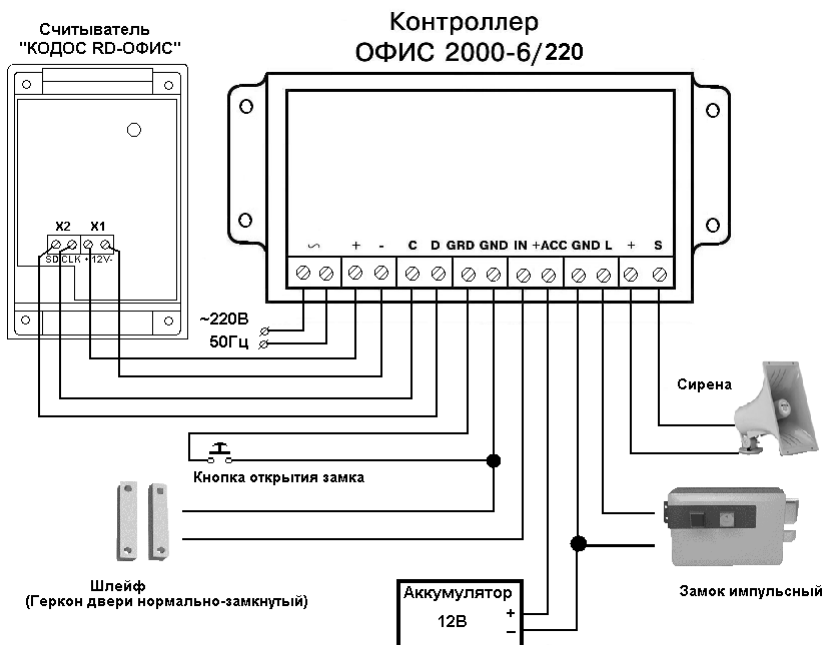

Рисунок 2 – Схема подключения к контроллеру внешних устройств
Помимо контроллера «ОФИС 2000-6 / 220», рекомендуется включить в состав системы следующие элементы (рисунок 2):
- Обычный электромеханический замок можно использовать только при подключенном аккумуляторе резервного питания, при условии, что открывающий ток подается на замок в течение не более 1 минуты за час работы контроллера (рисунок 2 и п 7.6).
Соблюдайте полярность (рисунок 2) при подключении к устройству аккумуляторной батареи. Несоблюдение полярности приведет к выходу из строя контроллера «ОФИС 2000-6 / 220».